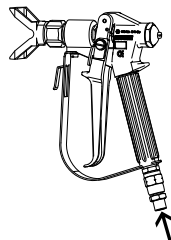

fig. 19: Racordare furtun de stropit la pistolul de stropit (exemplu)
2. Racordați celălalt capăt al furtunului de stropit la pistolul de stropit (fig. 19).